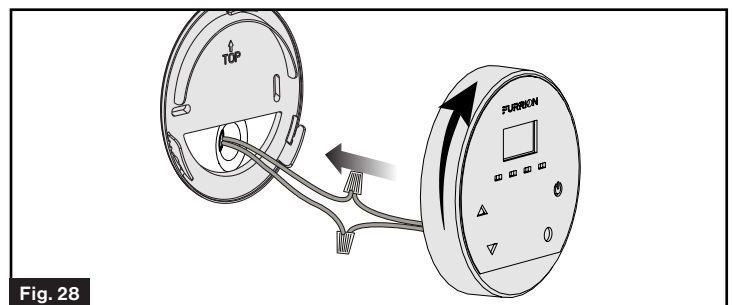

Fig. 28
- Introduzca los cables en la abertura de la pared. Instale la cubierta del controlador de pared y empuje para asegurar que quede en el lugar correcto en el sentido de las agujas del reloj. (Fig. 28).